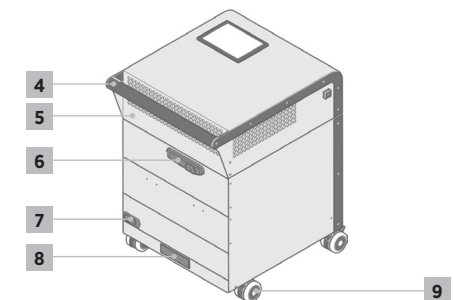

Figura 4: Vista posteriore TK 850
1. Inserire il cavo di collegamento dell'alimentazione in dotazione nel connettore a incasso posto sul retro dell'apparecchio (vedere Figura 4, pos. 7 a pagina 13).
3. Accendere l'apparecchio dall'interruttore principale accanto al connettore dell'apparecchio (vedere Figura 4, pos. 7 a pagina 13).